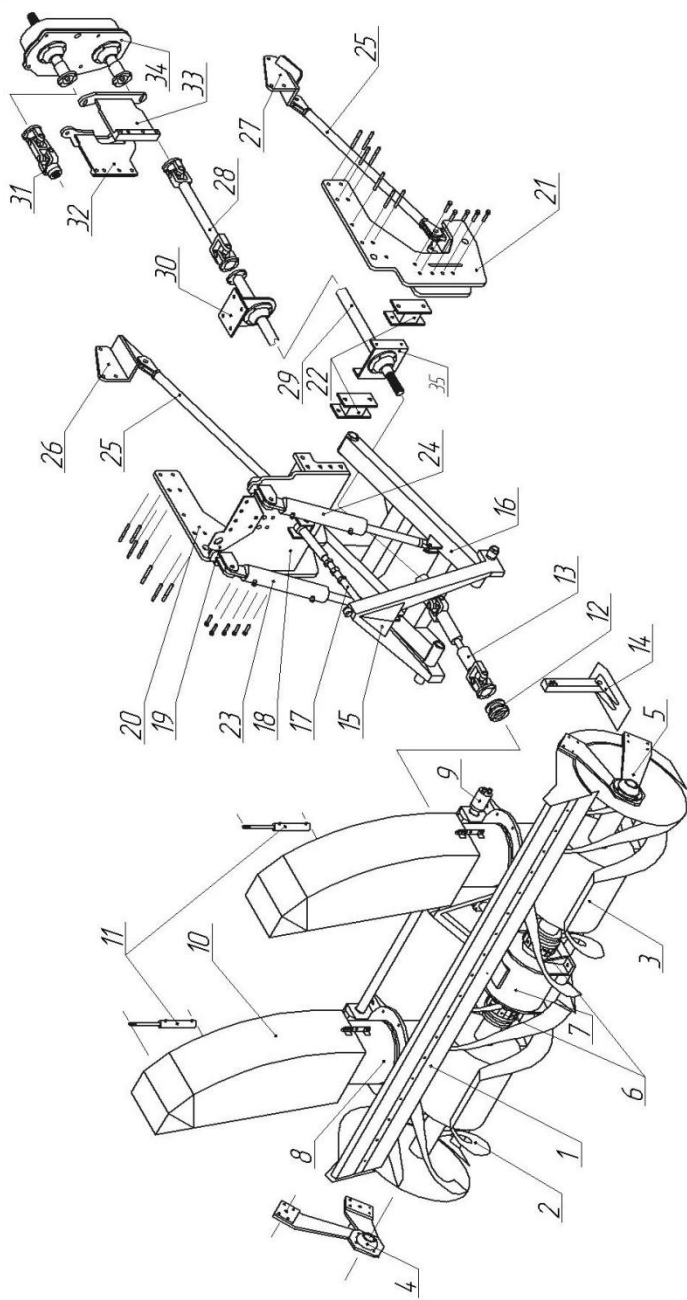

Рисунок 1. Устройство и схема сборки СУ-25
Вращение передается через карданную передачу 31 (Рис. 1) на цепной редуктор 34. От редуктора цепного на валы (карданный 28, подвесной 29), далее через кардан 13 и муфту предохранительную 12 на редуктор конический, который через узлы эластичных муфт вращает фрезы.
2. Навесить плиту переднюю 18 (рис. 1) на передний брус трактора. Закрепить плиту ранее снятыми болтами М16 и М20 через отверстия. Не затягивая болты одновременно установить кронштейн разрывных муфт на верхние отверстия в плите передней 18.